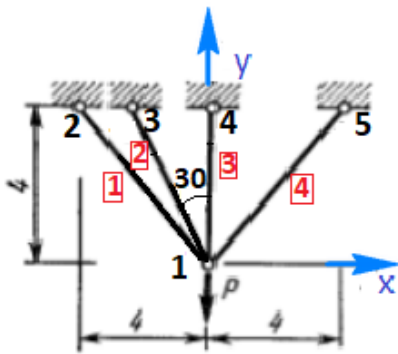

Рис. 6.2.1 Стержневая система
**Пример 6.2.1 (РГР №1)** Определить предельные нагрузки для стержневой системы (рис.6.2.1), работающей в упругопластической стадии. Материал системы подчиняется диаграмме Прандтля (рис.6.2.2).